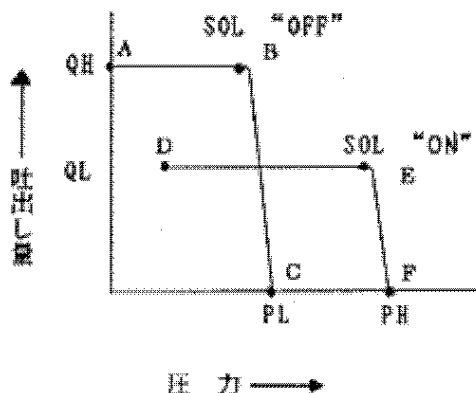

図3 圧力-吐出量特性
吐き出し圧力がばね⑧の設定荷重以下のときは、大ピストン室、小ピストン室は図5-(a)のようにそれぞれドレン室に開放されています。従って、ヨークばね⑨により最大傾きを保っており、吐出量は最大となります(図3, A~B参照)。
吐出し圧力が図3のC点に達したとき、ヨークの傾きはほぼ 0° となり吐出量も零となります。
従って、ヨーク傾き角が減少し、吐出量はQL設定状態に保たれます(図3, D~E参照)。
吐出し圧力が図3のF点に達したとき、ヨークの傾きはほぼ 0° となり吐出量も零となります。